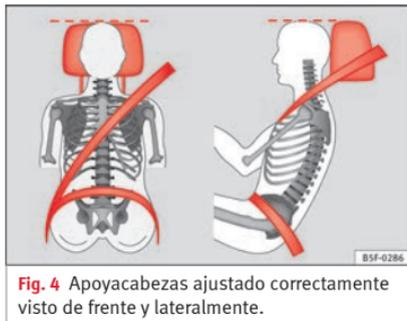

Fig. 4 Apoyacabezas ajustado correctamente visto de frente y lateralmente.
- Ajuste el apoyacabezas de modo que el borde superior quede, en la medida de lo posible, a la altura de la parte superior de la cabeza, como mínimo a la altura de los ojos » fig. 4.